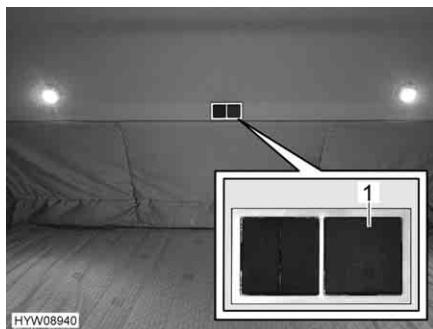

Fig. 86 Interruttore centrale per illuminazione
L'interruttore centrale (Fig. 86,1) accende e spegne tutte le luci o una parte. È possibile memorizzare una determinata combinazione di luci come "scena". Questa combinazione sarà poi regolata tramite l'interruttore centrale.
- Premere brevemente l'interruttore centrale (Fig. 86,1). Vengono accese tutte le luci dell'abitacolo.
- Premere l'interruttore centrale (Fig. 86,1) per circa 10 secondi. Se le luci lampeggiano brevemente, significa che la "scena" è stata memorizzata correttamente.